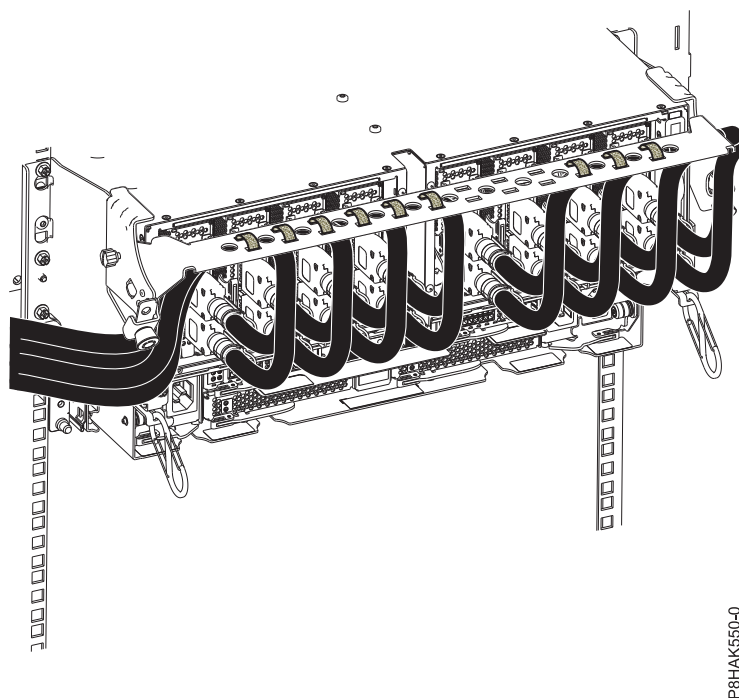

Figure 11. Acheminement des câbles vers le crochet de routage des câbles
5. Acheminez le CXP, les câbles du tiroir d'extension et les câbles d'entrée-sortie (E-S) vers le crochet de routage des câbles. Voir figure 11, à la page 11.
- f. À l'aide d'attaches velcro, acheminez le surplus de câble et le câble à fibre optique vers le crochet de routage des câbles, comme illustré dans la figure 11, à la page 11.